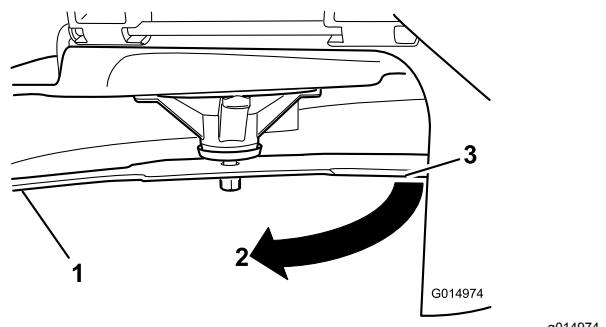

Figure 54
3. Distance mesurée entre la lame et la surface (A)
4. Tournez la même lame de 180 degrés pour amener l'autre tranchant à la même position (Figure 54).